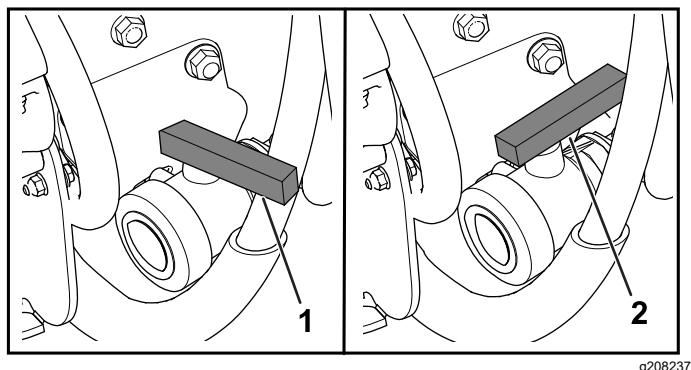

Рисунок 93
3. Откройте клапан для слива всего неиспользованного материала из бака (Рисунок 93).
4. Закройте сливной клапан (Рисунок 93).